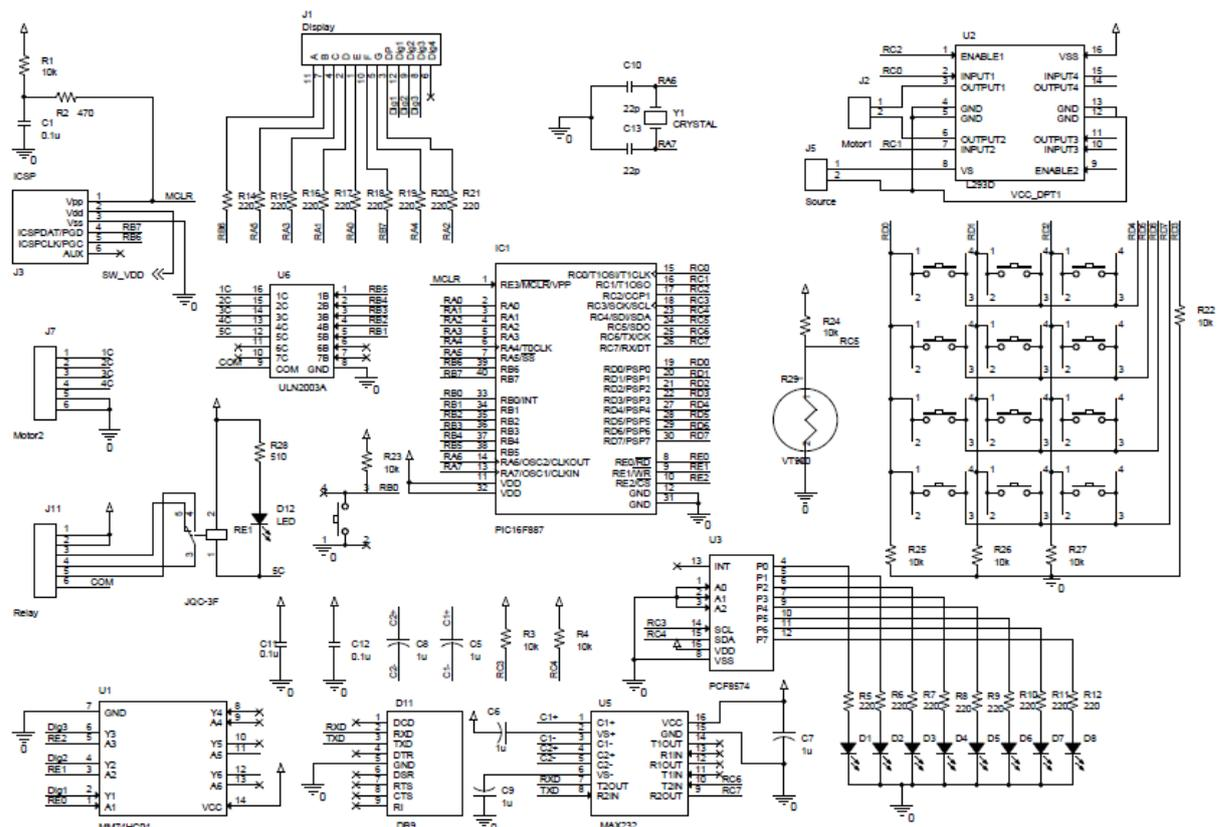
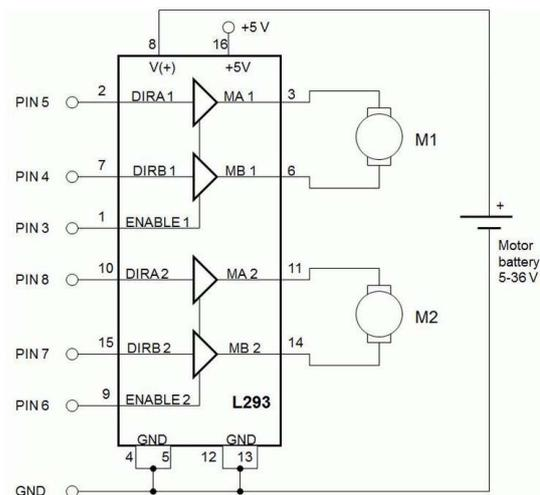

Рис. 2. Схема электрическая принципиальная стенда № 2.
Рис. 3. Внутренняя структура L293.
2.2. С помощью команды меню «Файл» → «Открыть» откройте модель лабораторного стенда №2. в среде моделирования Proteus ISIS Professional (рис . 1). На рис. 2. приведена схема электрическая принципиальная стенда №2
3.1. Подключите к плате стенда №2 согласно приведенным схемам через разъемы J2 и J5 на схеме рис. 2 двигатель постоянного тока (ДПТ) и внешнее питание для двигателя. На рис. 3 приведена внутренняя структура микросхемы драйвера двигателей. Используется только один канал. Направление двигателя